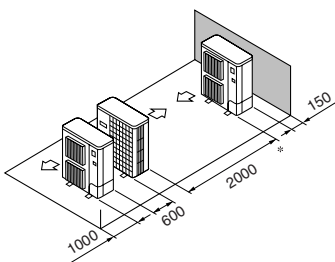

Fig. 2-12
- ⑤ Tekli paralel ünite düzeni (Fig. 2-12)